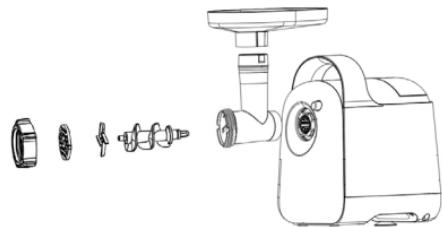

Рис. 1
- Вставьте головку мясорубки (7) в установочное место (4) (рис. 1), нажмите на кнопку фиксатора (3) и поверните головку мясорубки (7) против часовой стрелки до фиксации.
- Вставьте шnek (8) в корпус головки мясорубки (7).
- Установите крестообразный нож (9).
- Выберите одну необходимую решётку (10) и установите её поверх ножа, совместив выступы на решётке с пазами в корпусе головки мясорубки (7), закрутите гайку (11).
- Всегда во время работы используйте только толкатель (5).